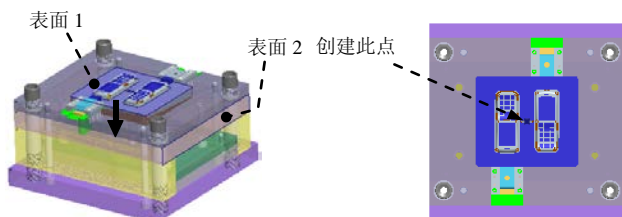
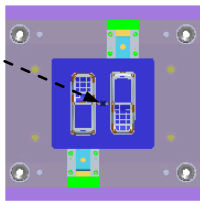

图 31.89 定义草绘平面
图 31.90 截面草图
Step1. 创建拉料杆参考点。单击 模型 功能选项卡 基准 区域中的“草绘”按钮 ，系统弹出“草绘”对话框；选择图 31.89 所示的表面 1 为草绘平面，选择图 31.89 所示的表面 2 为参考平面，方向为 右。单击 草绘 按钮，至此系统进入截面草绘环境；绘制图 31.90 所示的截面草图（一个点），完成截面的绘制后，单击“草绘”操控板中的“确定”按钮 .
Step2. 创建拉料杆修剪面。单击 模型 功能选项卡 切口和曲面 区域中的 拉伸 按钮 ，此时系统弹出“拉伸”操控板。从弹出的菜单中选择 定义内部草绘... 命令，在系统  选择一个平面或曲面以定义草绘平面。的提示下，选取图 31.89 所示的表面 2 为草绘平面，选取图 31.89 所示的表面 1 为参考平面，单击 草绘 按钮，绘制图 31.91 所示的截面草图（一条直线）。在操控板中选取深度类型 （到选定的），选取草绘平面的背面为拉伸终止面；单击 EMX 装配 功能选项卡 准备 控制区域下拉列表中的 识别修剪面 按钮 ，系统弹出“修剪面”对话框，单击对话框中的 + 按钮，系统弹出“选择”对话框，选取之前拉伸的曲面为拉料杆修剪面，单击“选择”对话框中的 确定 按钮，然后单击 关闭 按钮。